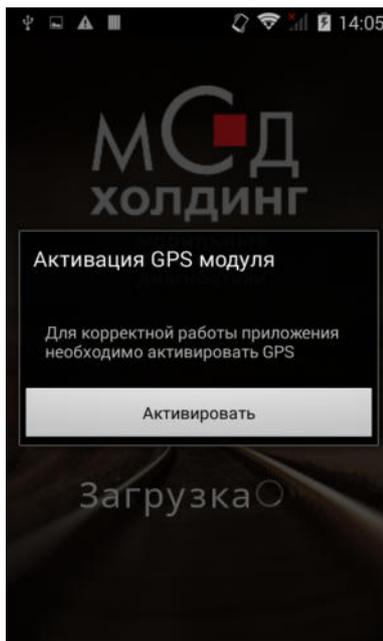

Рисунок 5. Активация GPS-модуля.
2.3.2.3 Для работы с приложением должен быть активирован GPS модуль. Если он не включен, то при запуске приложения появится запрос на разрешение включить GPS. Нажмите кнопку «**Активировать**» (см. Рис.5).